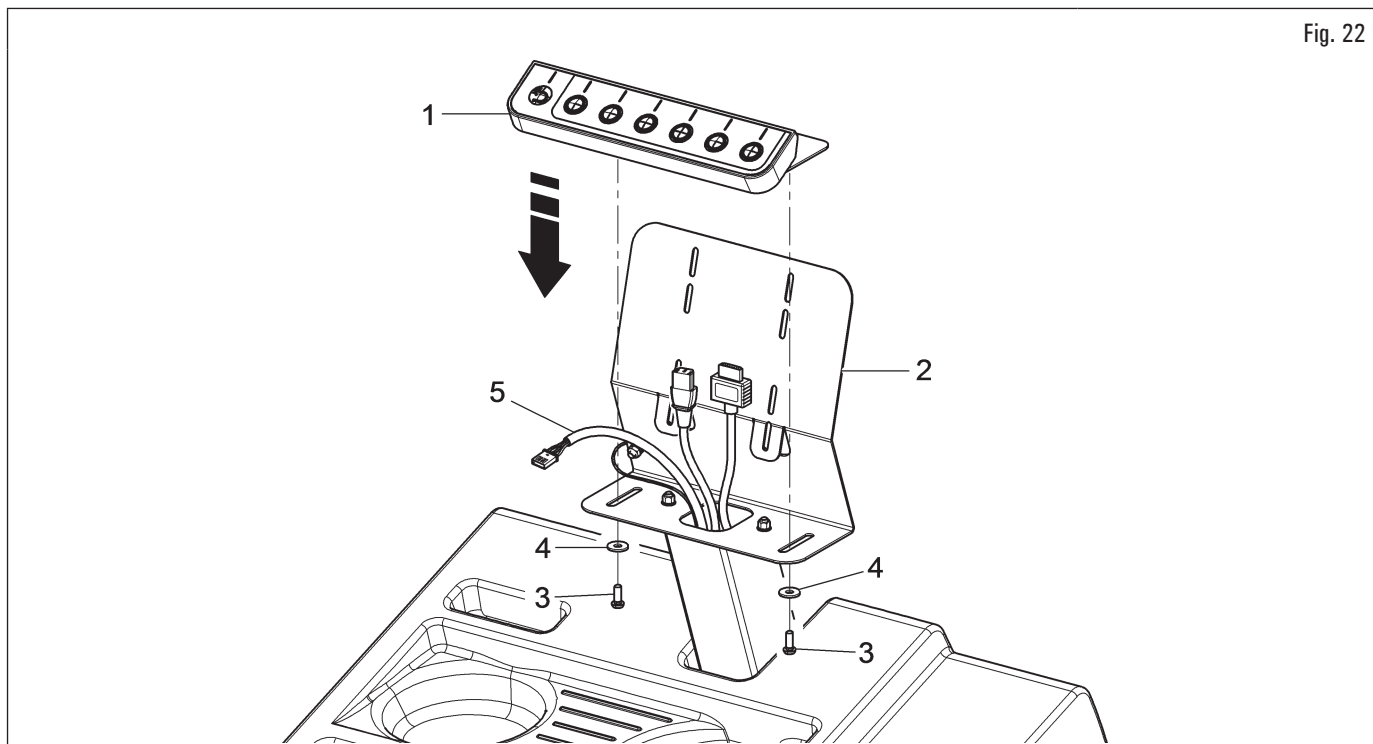

Fig. 22
5. Fijar el conjunto teclado con soporte (Fig. 22 ref. 1) a la fijación trasera del monitor (Fig. 22 ref. 2) con los tornillos (Fig. 22 ref. 3) y arandelas (Fig. 22 ref. 4), suministrados. Conectar el cableado del teclado (Fig. 22 ref. 5);